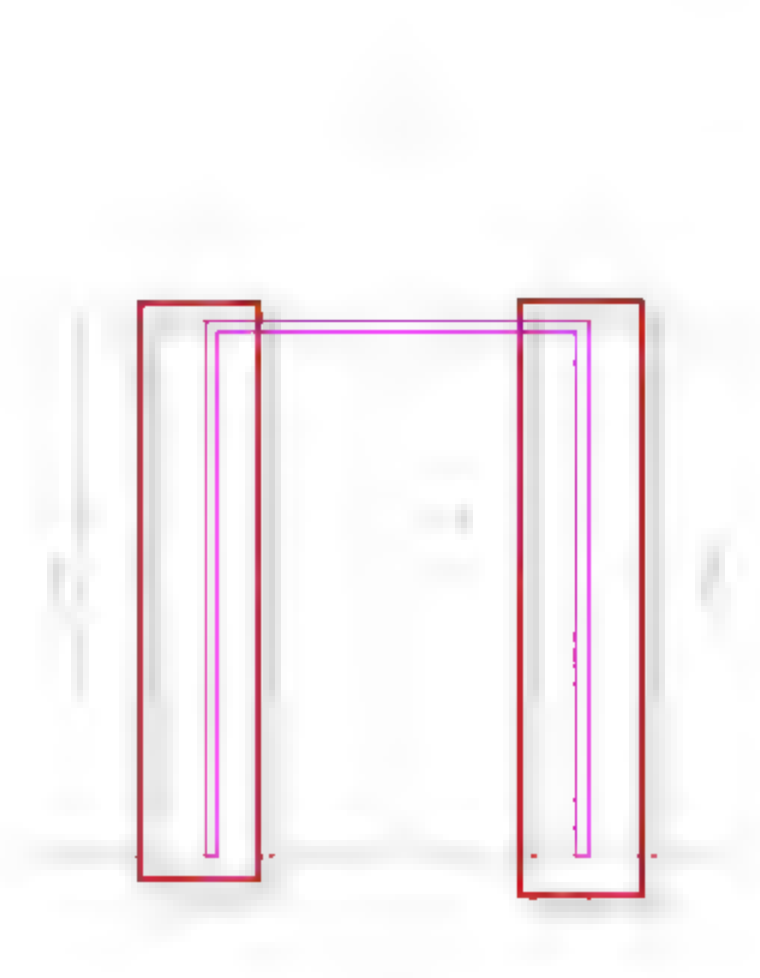

图 6.2.48 绘制门框
(9) 绘制 FM1521 乙门框。选择“创建”→“拉伸”命令, 进入“修改 | 编辑拉伸”界面, 用菜单中的绘制工具将门框绘制完成, 如图 6.2.48 所示。绘制完成后, 单击√按钮完成绘制。